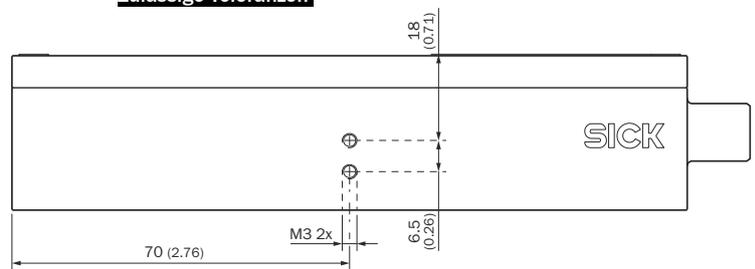

Abbildung 5: Seitenbohrung Ansicht 1
**6.6 Montage NCV50 mit SPEETEC Montagewinkel und Justagehalter (Bild 5)**
- ▶ Den Sensor ① wie unter in **Anbau des Sensors** beschrieben mit den beigelegten Schrauben M4x8 ③ mit Unterlegscheiben M4 ⑨ an den Montagewinkel ② lose montieren.
- ▶ Den Justagehalter ⑦ am Gewinde neben dem Anschluss „Config“ mit der beigelegten Schraube ⑧ am Sensor ① befestigen.
- ▶ Stellen Sie die Einheit mit der Auflagefläche des Justagehalters ⑦ auf die zu messende Oberfläche ④ und befestigen Sie diese lose an der Anwendung ⑫.
- ▶ Richten Sie die Messkante ⑬ der Auflagefläche des Justagehalters ⑦ parallel zu der Bewegungsrichtung aus.
- ▶ Falls erforderlich, positionieren Sie den Messpunkt ⑤ des Sensors auf die gewünschte Stelle. Der Messpunkt ist auf dem Justagehalter als Schnittpunkt der Messkante ⑬ unter dem Fenster des Sensors mit der Markierung ⑭ auf dem Halter zu erkennen.
- ▶ Wenn der Sensor korrekt ausgerichtet ist, wird der Montagewinkel ② mit 2 Schrauben M6 ⑩ und Unterlegscheiben M6 ⑪ an der Anwendung ⑫ befestigt.
- ▶ Anschließend die 3 Schrauben M4x8 ③ an dem Montagewinkel ② mit 1,5 - 2 Nm anziehen.
- ▶ Der Justagehalter muss vor der Inbetriebnahme der Maschine entfernt werden, um Beschädigungen des Materials zu vermeiden. Dazu die Schraube ⑧ lösen und dann den Justagehalter entfernen